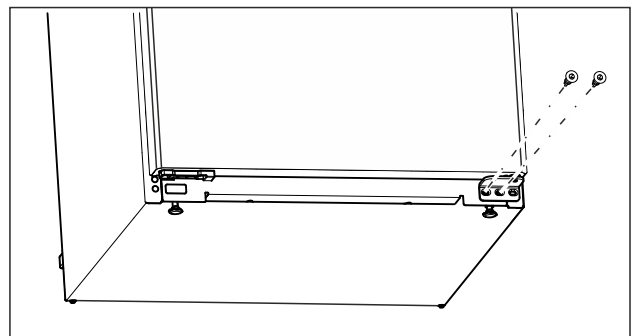

Fig. 15
- ▶ Na spodnjem ležajnem podstavku z izvijačem Torx 20 odvijte sredinski vijak. (glejte Fig. 15)
- ▶ Na spodnjem ležajnem podstavku z izvijačem Torx 20 odvijte notranji vijak. (glejte Fig. 15)